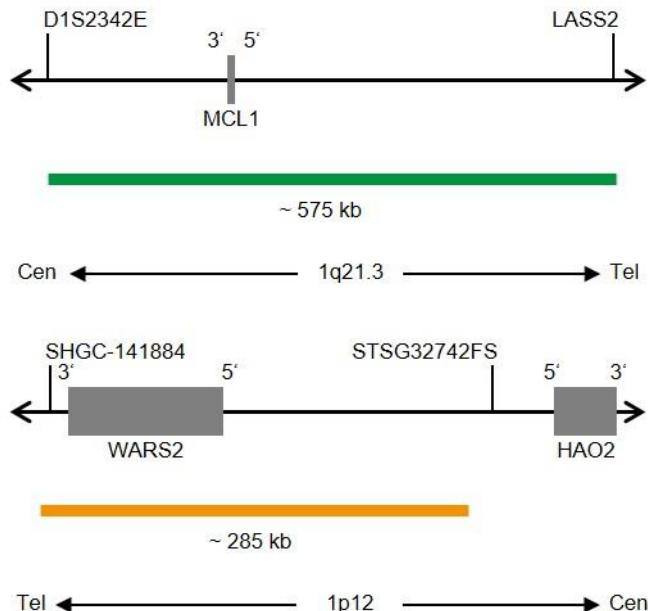

Fig. 1: Cima: SPEC MCL1 Mapa da sonda; Baixo: SPEC 1p12 Mapa da sonda (sem escala)
- Polinucleótidos (~10 ng/μl) com marcação ZyGreen (excitação 503 nm/emissão 528 nm), dirigidos ao mapeamento de sequências alvo em 1q21.3\* (chr1:150,363,209-150,940,432) contendo o gene MCL1 (ver Fig. 1).
- Polinucleótidos (~4.5 ng/μl) com marcação ZyOrange (excitação 547 nm/emissão 572 nm), dirigidos ao mapeamento de sequências alvo em 1p12\* (chr1:119,537,102-119,823,147) (ver Fig. 1).